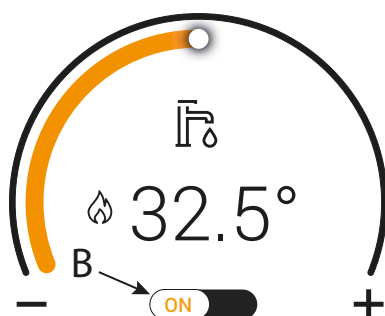
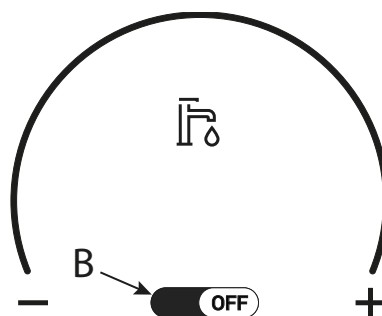

рис. 2- Функция ГВС активна
рис. 3- Функция ГВС не активна
Используя переключатель "В" (рис. 2 и рис. 3), можно подключить (ON) или отключить (OFF) режим ГВС.